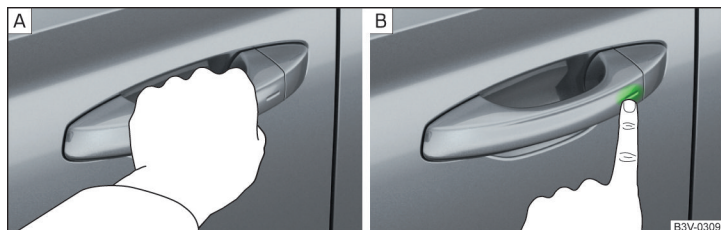

Fig. 54 Descuierea / încuierea autovehiculului
- Trageți de mânerul portierei, pentru a **descuia** autovehiculul » fig. 54 - [A]..
- Pentru a **încuia** autovehiculul, atingeți cu degetul senzorul din mânerul portierei » fig. 54 - [B].
- În 5 s atingeți cu degetul senzorul de la mânerul portierei » fig. 54 la pagina 66 - [B]. Dezactivarea este confirmată printr-o singură aprindere a luminilor de semnalizare.